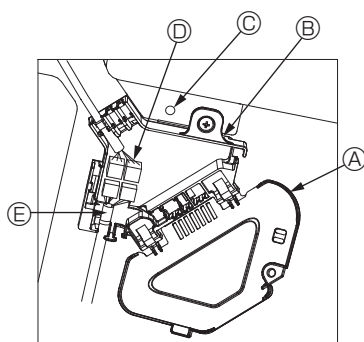

Fig. 5-9
- ① Retire el tornillo que sujeta la cubierta de la caja de conexión, deslice la cubierta en la dirección indicada por la flecha, como se muestra en el diagrama, y luego abra la cubierta.
- ② En la caja de conexión, localice el cable de enlace para el motor de los deflectores de la rejilla y el cable para el motor de los deflectores, y luego conecte los cables. (Fig. 5-9)